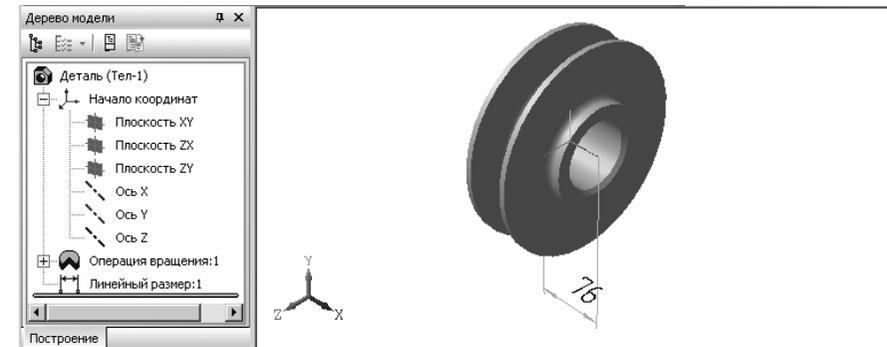

Рис. 3.138. Результат создания линейного размера
- щелкните на **Специальной панели управления** по кнопке **Создать объект**. Появится искомый размер и соответствующий пункт в **Дереве модели** рис. 3.138.